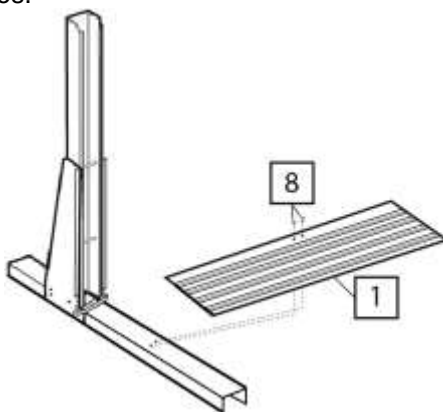

fig. 18
Coloque la placa base (1) de 112 cm en cada módulo. El lado estriado de la placa base tiene que estar hacia arriba y el lado plano hacia abajo, uno de los bordes tiene un lado con dos orificios, esta parte tiene que estar hacia el pilar central, fig. 18.